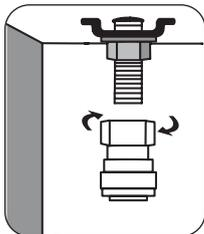

Fig. 9
6. Enroscar el conector de 7/16" roscado. (Ver Fig. 9).